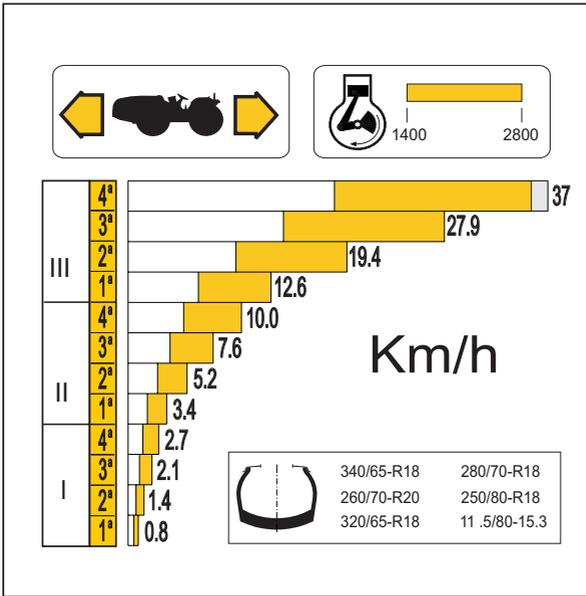
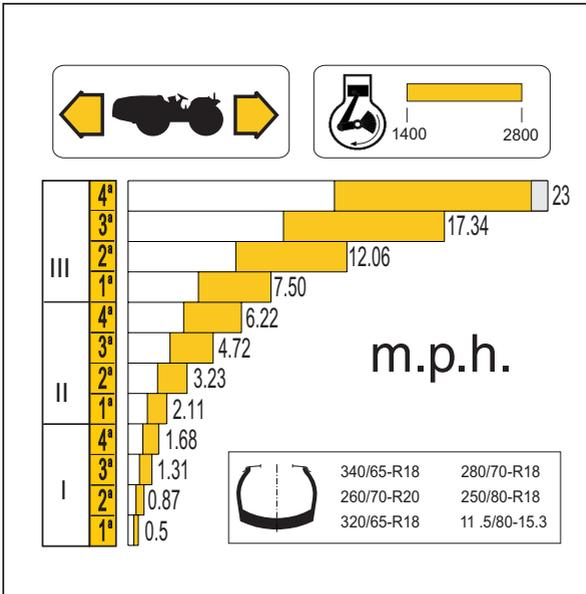

Fig. 5.20
Fig. 5.21
La decalcomania (123) posta appena sotto il volante indica la perfetta progressione dei rapporti senza nessuna sovrapposizione di velocità sia in marcia avanti che in retromarcia, con i pneumatici e regime giri motore indicati (Fig.5.20 e Fig.5.21).